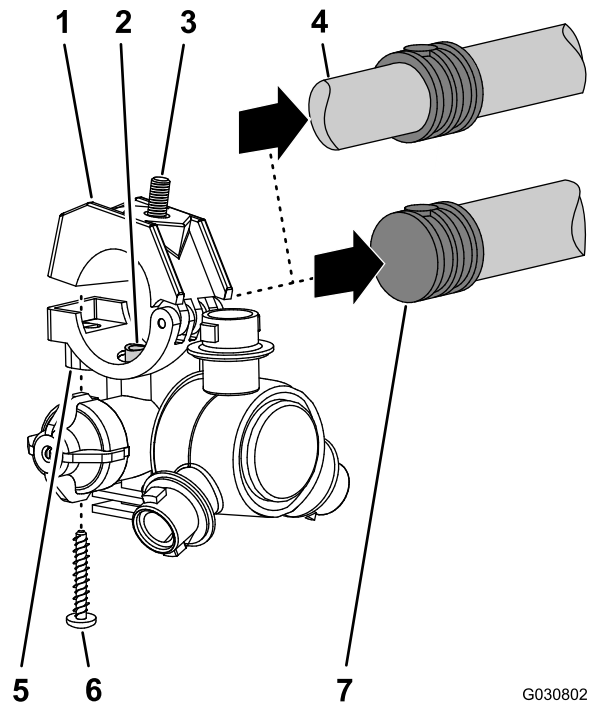

图119
5. 使用在步骤 1 中卸下的 8 个喷嘴拧下将夹具上半部分和双或单宝塔软管柄3/4 英寸固定至各个喷嘴主体的不锈钢螺丝#12 x 1-1/4 英寸然后卸下宝塔软管柄 图119。